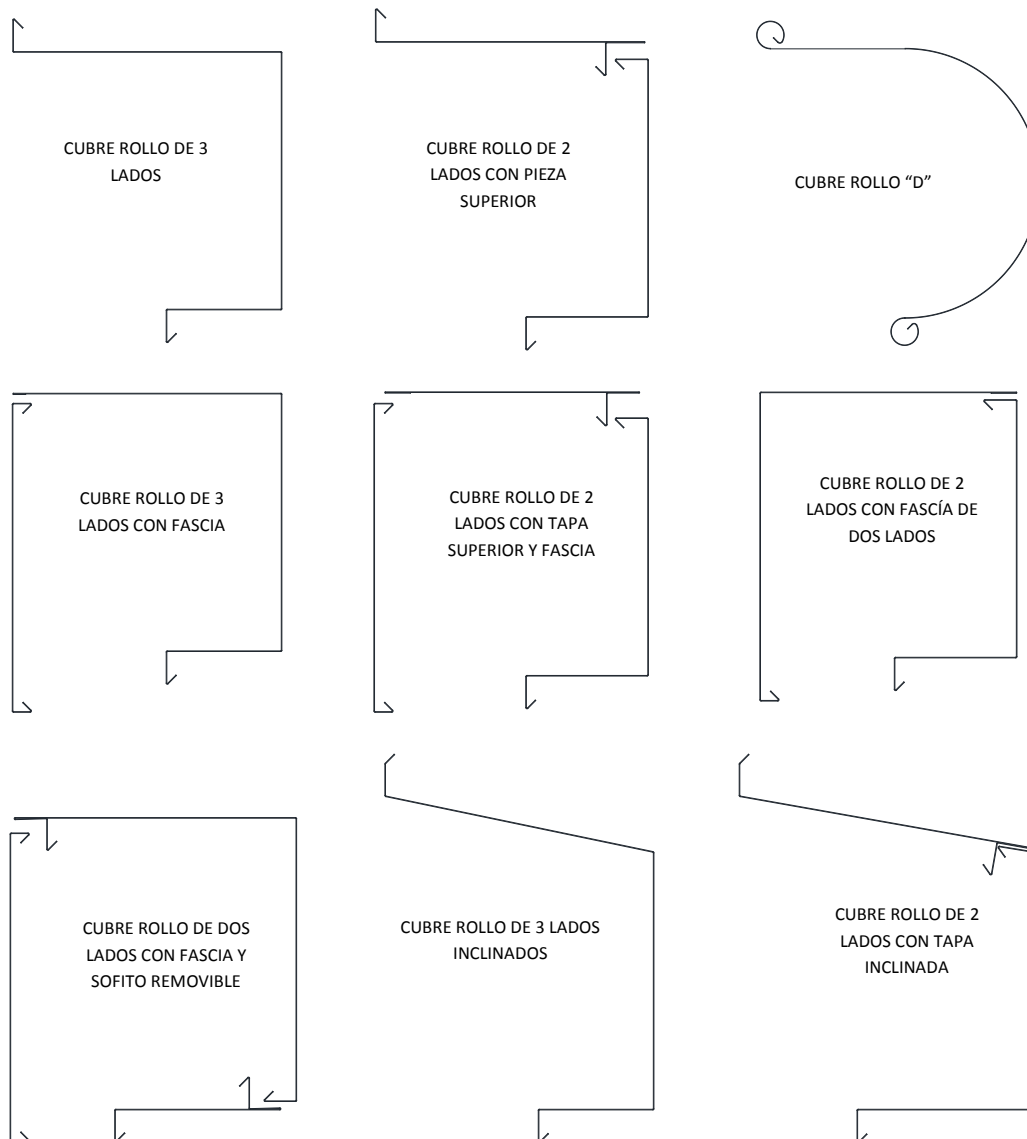

Figura 11.1 – Configuraciones del cubre rollo.
2. Si se proporciona un cubre rollo cuadrado, verificar los planos de construcción del trabajo para ver si tiene partes múltiples (tales como un cubre rollo con dos lados con un sofito removible, cubre rollo de dos lados sin una pieza superior, cubre rollo de dos lados con una tapa inclinada, etc.). Ver **Figura 11.1** para ver posibles comparaciones de cubre rollo.